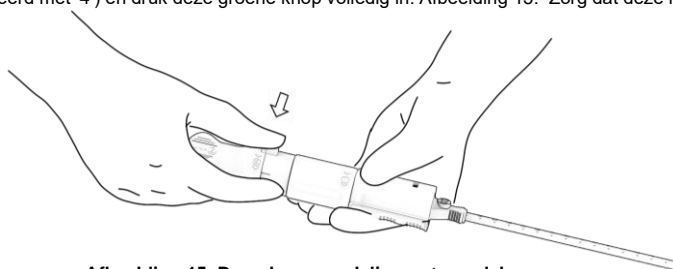

Afbeelding 14. Verwijdering van de voerdraad.
- a. Zoek de indicator met markering '3' en verwijder de voerdraad volledig uit de patiënt en het PerQseal® afsluitsysteem. Het verwijderen van de voerdraad kan door een assistent worden uitgevoerd. Afbeelding 14.